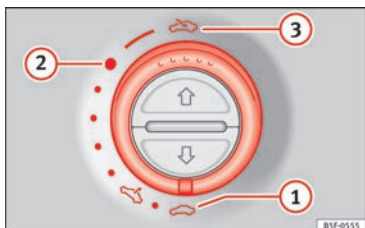

Fig. 11 Dans le ciel de pavillon : tourner la commande pour ouvrir et fermer.
- Ouverture : tourner la commande vers la position »» fig. 11 ③.
- Position confort : tourner la commande vers la position »» fig. 11 ②.
- Fermeture : tourner la commande vers la position »» fig. 11 ①.